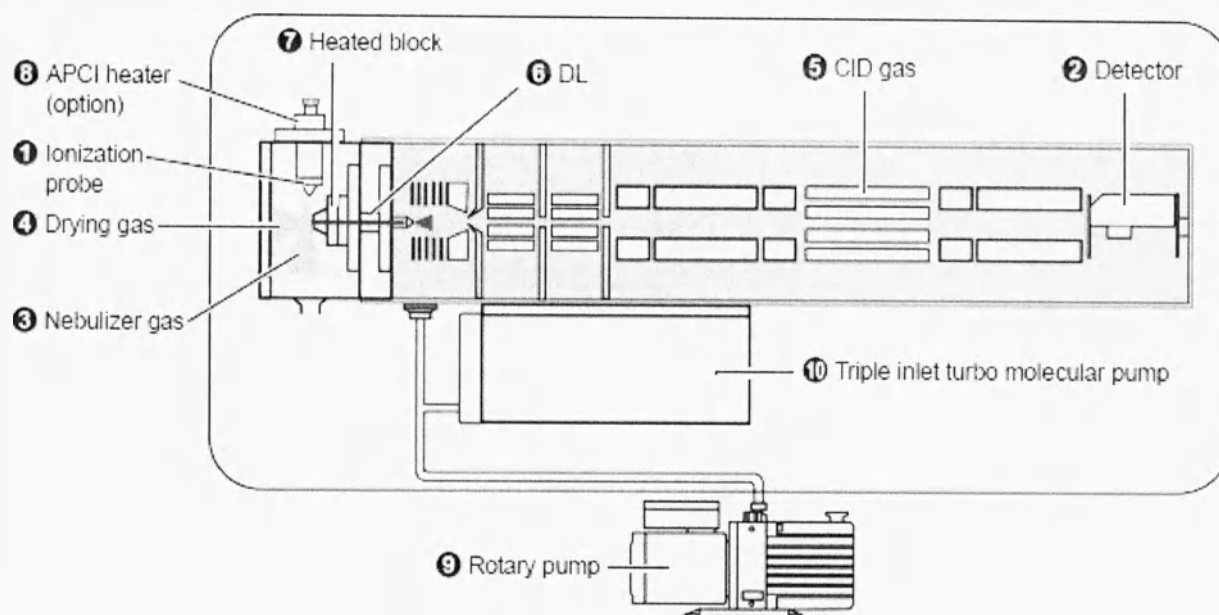

Рис. 2-38 Жидкокристаллические индикаторы и рабочие части
Примечание: Цифры (1)-(10) в таблице соответствуют номерам блоков, указанных на рис. 2-38.